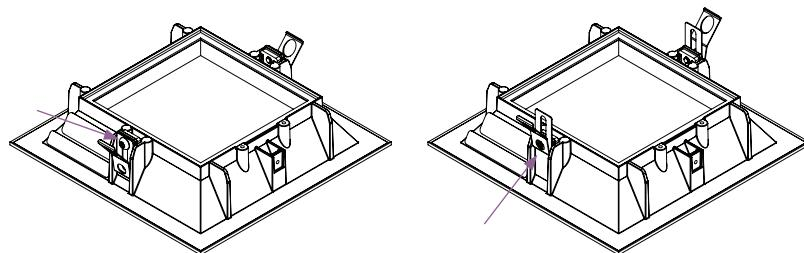

fig. 12
- c. Resserrez la vis (voir la fig. 12).